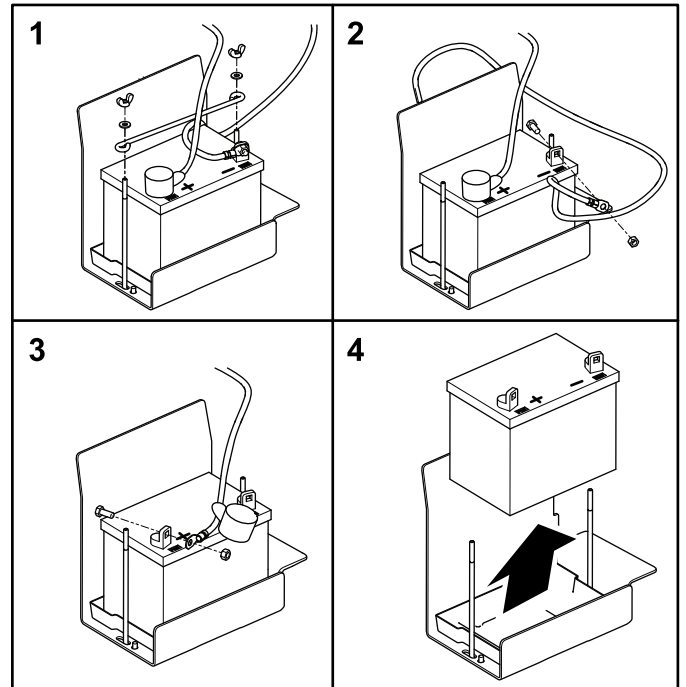

Bild 53
2. Entfernen Sie die Flügelmutter und Scheiben, mit denen die Batterie befestigt ist (Bild 53).